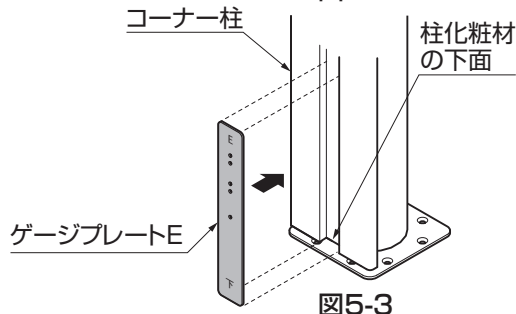

図5-3
②コーナー柱は柱化粧材の下面にゲージプレート下面を合わせてください。(図5-3参照)